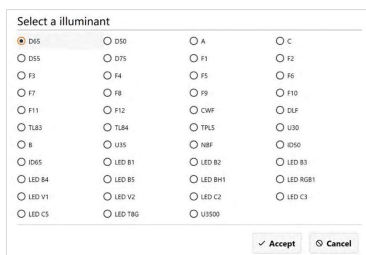

Рис.45 Настройка стандартного излучения
3. Настройте параметры стандартного излучения (рис.45), быстрый доступ к настройкам в колонке слева на экране измерения.